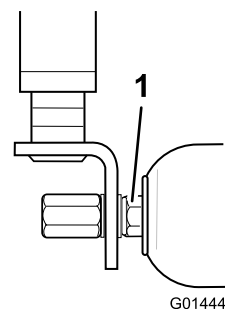

Figura 84
2. In caso di movimento eccessivo, serrate attentamente i dadi a ciascun'estremità del rullo con la chiave, quanto basta per rimuovere qualsiasi gioco all'estremità (Figura 84).